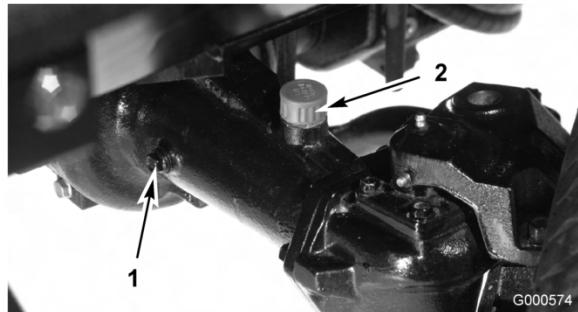

Figure 45
- Enlevez un bouchon de contrôle à une extrémité du pont arrière (Figure 45) et vérifiez que le lubrifiant atteint la base de l'orifice. Si le niveau est bas, enlevez le bouchon de remplissage (Figure 45) et ajoutez suffisamment de lubrifiant pour rectifier le niveau.